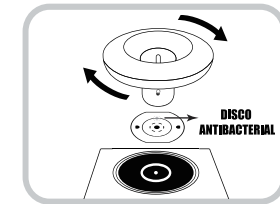

Fig.1
2. Remueva el embudo girándolo hacia la izquierda o derecha según el modelo. Asegúrese que el Embudo de Agua Caliente (pieza de plástico semi-transparente) se encuentre colocado firmemente en la punta metálica del tanque y el Disco Antibacterial esté adherido a la superficie superior del Embudo de Agua Caliente (Fig.1).